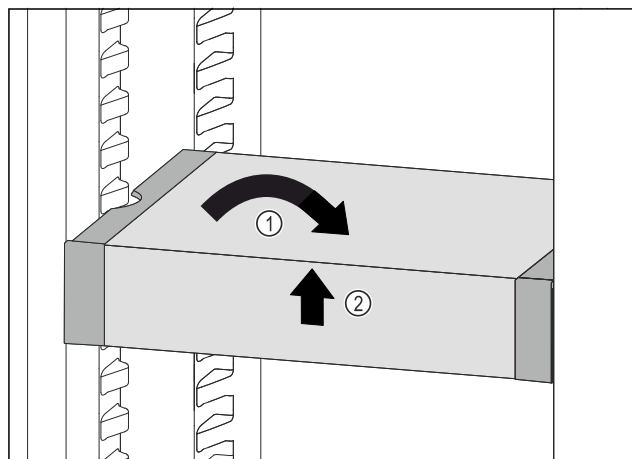

Fig. 140
- ▶ VarioSafe ustawić prosto. Fig. 140 (1)
- ▶ VarioSafe unieść z przodu. Fig. 140 (2)